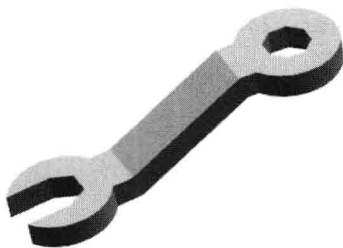
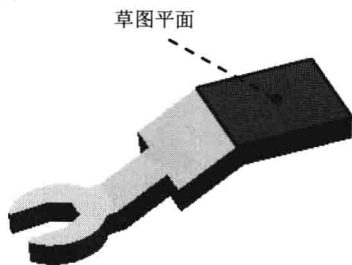
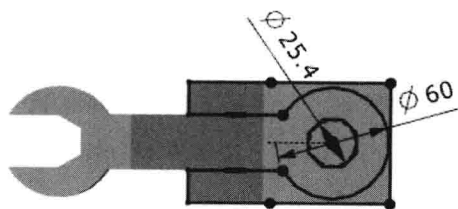

图 1.7 拉伸特征 3
图 1.8 草图平面
图 1.9 截面草图
Step4. 创建图 1.7 所示的拉伸特征 3。选择下拉菜单 **插入(I) → 设计特征(F) → 拉伸(E)** 命令（或单击 按钮）；单击“拉伸”对话框中的“绘制截面”按钮 ，系统弹出“创建草图”对话框，选取图 1.8 所示的面为草图平面，选中 **设置** 区域的 ☒ **创建中间基准 CSYS** 复选框，单击 **确定** 按钮，绘制图 1.9 所示的截面草图，退出草图环境；在“拉伸”对话框 **极限** 区域的 **开始** 下拉列表中选择 **贯通** 选项；在 **限制** 区域的 **结束** 下拉列表中选择 **贯通** 选项，在 **布尔** 区域的 **布尔** 下拉列表中选择 **求差** 选项，其他参数采用系统默认设置；单击 **< 确定 >** 按钮，完成拉伸特征 3 的创作。